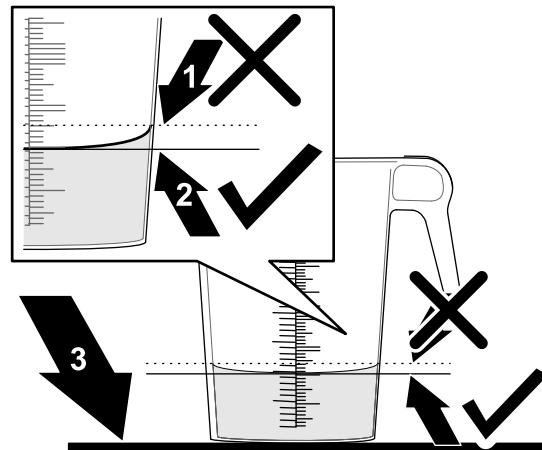

Bild 38
6. Stellen Sie den Behälter mit der Skala auf eine ebene Fläche und notieren Sie das Flüssigkeitsvolumen (Bild 38).